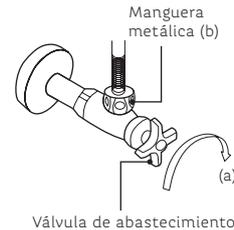

Figura 5.
1. Cierra la Válvula de abastecimiento de agua fría debajo de tu tarja (a) y remueve la manguera metálica (b) (ver Figura 5).